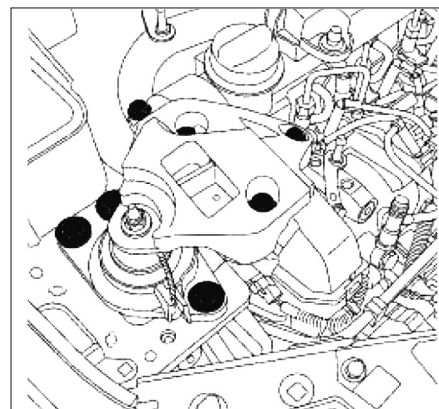

Fig. 87
- Déposer l'ensemble silentbloc support moteur (Fig.87).